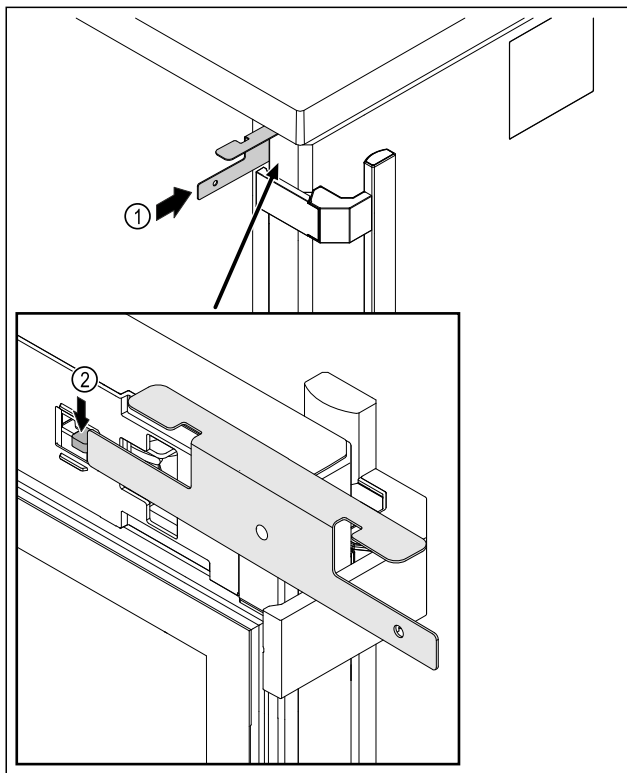

Fig. 218
- ▶ Klíč pro nouzové odblokování Fig. 218 (1) zasuněte mezi dveře a korpus spotřebiče.
- ▶ Háček zámku Fig. 218 (2) tlačte směrem k závěsu.